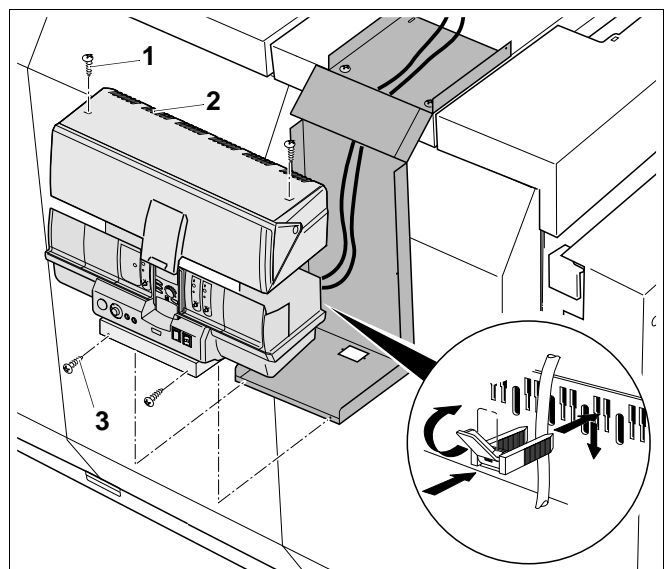

Abb. 4 Regelgerät am Trägerboden befestigen
- Die 2 Blechschrauben (Abb. 4, **Pos. 1**) aus der Haube des Regelgerätes (Abb. 4, **Pos. 2**) herausdrehen und Haube vom Regelgerät abnehmen.
- Tragblech mit Regelgerät in den Trägerboden einschieben und vorne mit den 2 Blechschrauben (Abb. 4, **Pos. 3**) sichern.
- Kabelschellen mit eingelegtem Anschlusskabel im Schellenrahmen einsetzen und Kabel durch Umliegen des Hebels befestigen (Abb. 4, **Lupe**).
- Haube wieder auf das Regelgerät setzen und wieder mit den 2 Blechschrauben (Abb. 4, **Pos. 1**) sichern.